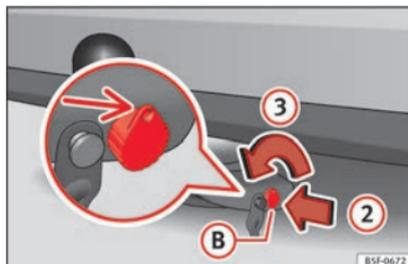

Fig. 234 Sbloccare la serratura
- Inserire la chiave **B** nella serratura nel senso della freccia **2** » » fig. 234.